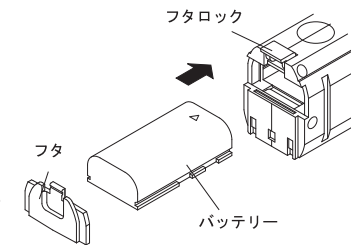

図2. バッテリー差込方法
③使用方法
1. 図2のようにフタロックを外してフタを取り、満充電されたバッテリーをライト本体に差込み、再びフタをしてください。